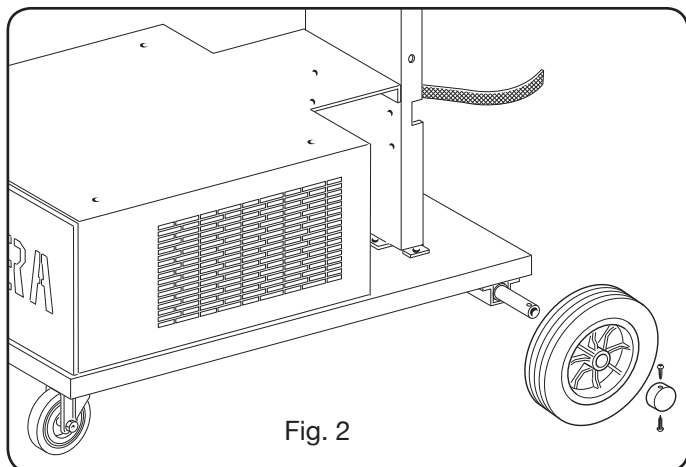

Fig. 2
- En todos los generadores es necesario montar las ruedas traseras después de haber introducido el eje (fig 2).